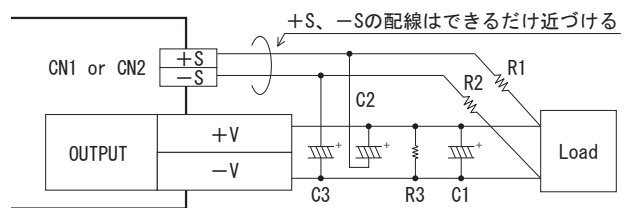

図1.4 リモートセンシングの接続例
- リモートセンシングを使用する場合の結線を図1.4に示します。
出力電圧が不安定になった場合、図1.4におけるC1、C2、C3、R1、R2、R3を接続することが有効です。